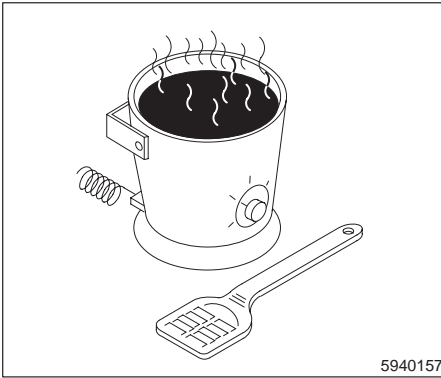

Fig. 4-2 Liquide nettoyant
5. Consulter la figure 4-2. Placer la buse dans un récipient contenant du solvant Type R.